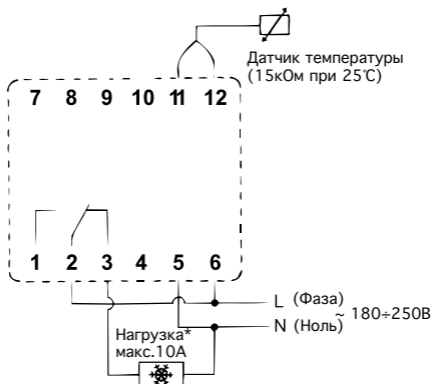
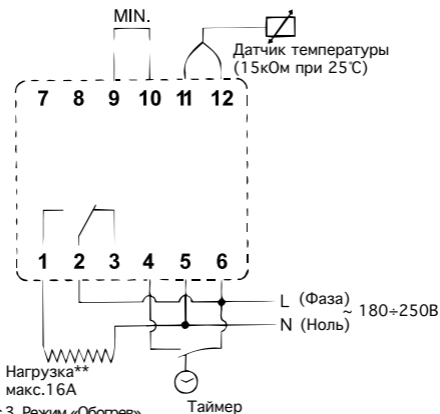

Рис.2. Режим «Охлаждение» (подключение кондиционера/вентиляции).
Рис.3. Режим «Обогрев».
8. Подключение согласно схеме: рис. 3 - режим «обогрев», рис. 2 - режим «охлаждение» (подключение кондиционера, вентиляции и т.п.).
Для этого к терморегулятору необходимо подключить выход таймера (например devitime 301), который должен подавать напряжение «фаза 220В» на клемму 4 (Рис.3). Если «ночное понижение» температуры не предусматривается, то клемма 4 остается свободной.